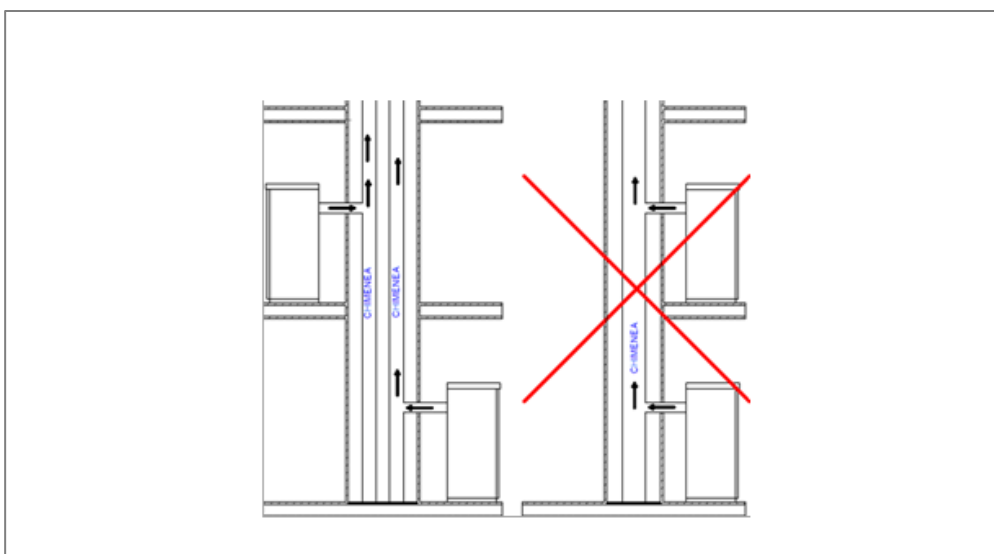

Figura 5
6. Se a cozinha não aquecer ou fumar, é sempre devido a uma tiragem defeituosa. Para o que está descrito abaixo, consulte a figura 5.